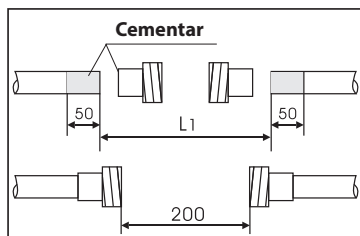

Figura 2
4.2. Conexión de la tubería. (Ver figura 2)